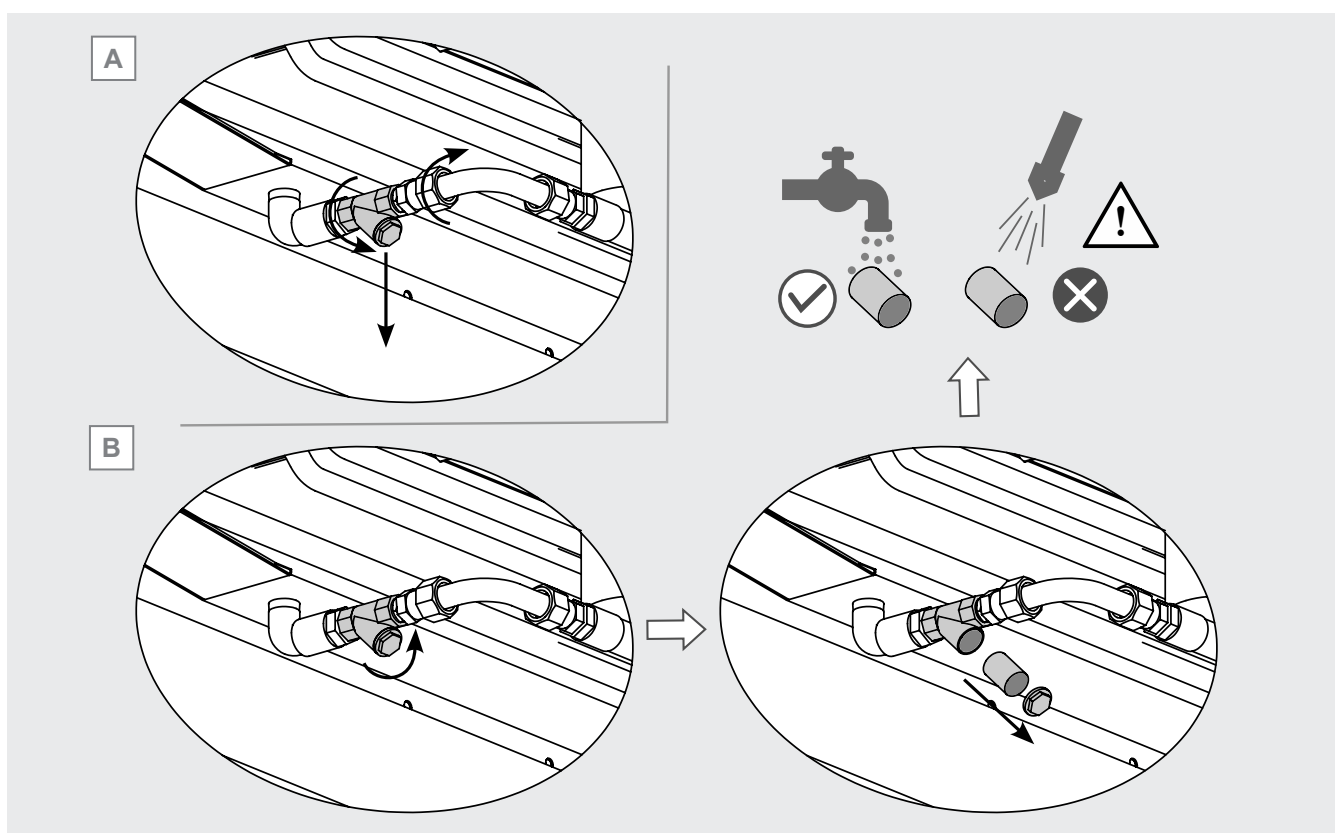

Figura 28
- 12.16.5 Nel caso in cui si debba sostituire l'intero filtro, svitare gli attacchi alle estremità, v. Figura 28 A: prima l'attacco rapido e poi il dado. Rimuovere il filtro e sostituirlo con uno nuovo avente le stesse dimensioni e le stesse caratteristiche: prestare attenzione alla pressione nominale riportata sul corpo del dispositivo. Contattare Modine se necessario.
- 12.16.6 Per la pulizia del filtro, svitare il tappo di chiusura posto nella parte inferiore del corpo, rimuoverlo e rimuovere il cestello interno. Fare attenzione a non danneggiare il cestello. V. Figura 28 B.